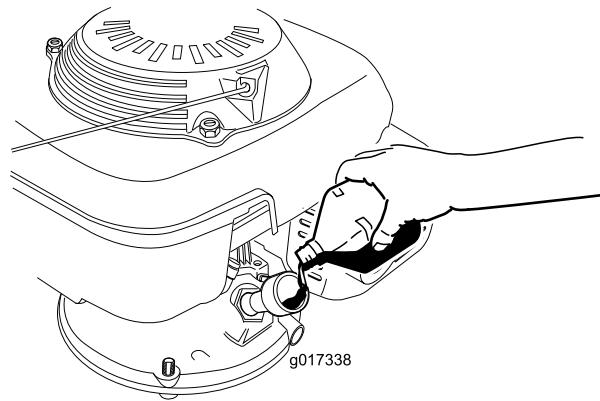

図 7
3. ゆっくりと 補給穴からオイルを入れ、3分間待つてからきれいに拭いたディップスティックを差し込み、但しねじ込まないようにして穴の奥まで入れる図 7。